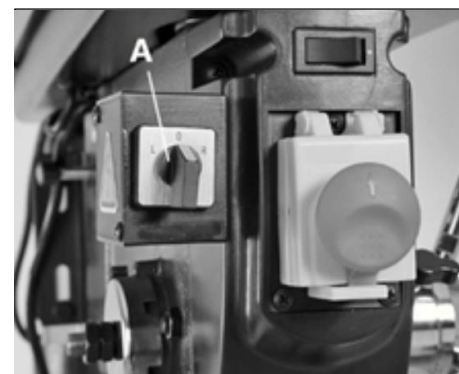

Рисунок 17
Сначала отключите станок и установите соответствующий режущий инструмент. Затем установите переключатель (А) (рис. 17) в нужное положение. Всего положений три: (L) – вращение против часовой стрелки, (R) – вращение, (0) – положение отключения магнитного пускателя. Затем включите станок.